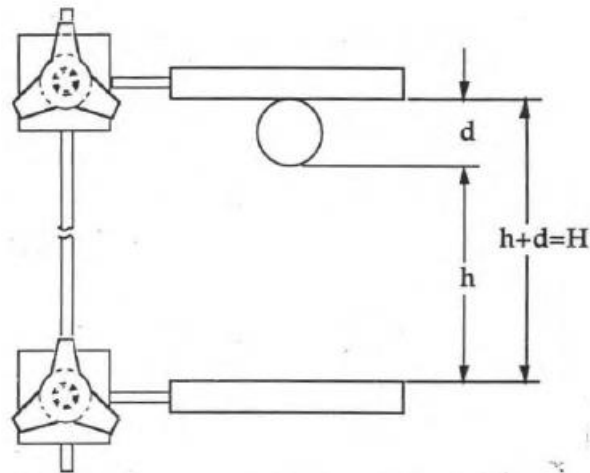

Figura 2. Distancia entre el Electromagneto y el Interruptor.
4. Fije el Interruptor Electrónico en la distancia seleccionada ($H = h + d$), apretando el tornillo de la nuez con la mano. Recuerde que la distancia entre las tapas interiores deberá tomar en cuenta el diámetro del balón. (Ver figura 2).